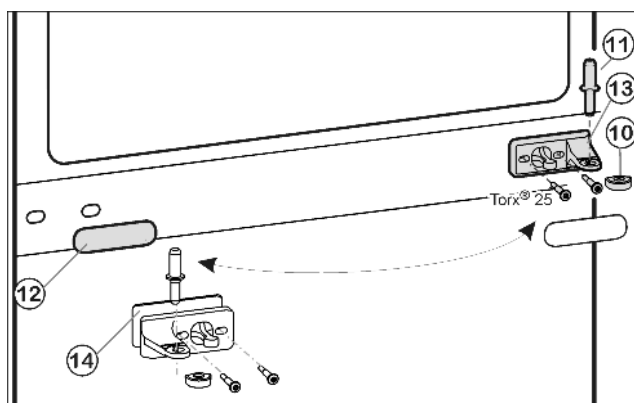
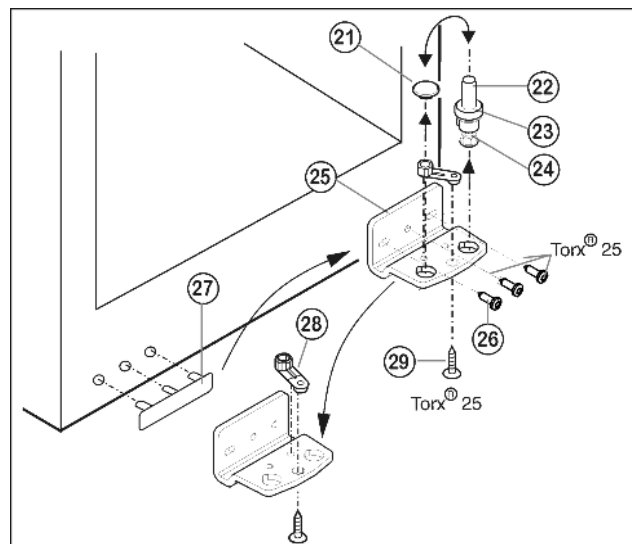

Fig. 9
Fig. 10
- ▶ Prostřední ložiskový čep Fig. 9 (11) vytáhněte ze stojanu ložiska a spodních dveří.
- ▶ Plastovou čepičku Fig. 9 (10) stáhněte.
- ▶ Stojan ložiska uprostřed Fig. 9 (13) odšroubujte (2 krát Torx® 25).
- ▶ Krytku Fig. 9 (12) opatrně stáhněte.
- ▶ Prostřední stojan ložiska Fig. 9 (13) s podložkou Fig. 9 (14) přišroubujte otočený o 180° na novou straně závěsu (s 4 Nm).
- ▶ Krytku Fig. 9 (12) otočenou o 180° zasuňte na nové straně madla.
- ▶ Ložiskový čep Fig. 10 (22) včetně podložky Fig. 10 (23) a seřizovací nožky Fig. 10 (24) vytáhněte nahoru.
- ▶ Zátku Fig. 10 (21) odstraňte.
- ▶ Stojan ložiska Fig. 10 (25) odšroubujte Fig. 10 (26).
- ▶ Ložiskový díl Fig. 10 (28) odšroubujte Fig. 10 (29) a přemístěte jej do protilehlého upínacího otvoru stojanu ložiska, pak ho znovu pevně přišroubujte.
- ▶ Krytku na straně madla Fig. 10 (27) opatrně vytáhněte a přemístěte na druhou stranu.
- ▶ Stojan ložiska Fig. 10 (25) na nové straně závěsu zase přišroubujte příp. pomocí akumulátorového šroubováku (momentem 4 Nm).
- ▶ Zátku Fig. 10 (21) zase vložte do druhé díry.
- ▶ Ložiskový čep Fig. 10 (22) včetně podložky a seřizovací nožky zase nasadte. Přitom dávejte pozor, aby zajišťovací vačka směřovala dozadu.
- ▶ Spodní dveře nasadíte shora na spodní ložiskový čep *Fig. 10 (22)*.
- ▶ Plastovou krytku *Fig. 9 (10)* nasadíte zase na prostřední stojan ložiska *Fig. 9 (13)*.
- ▶ Prostřední ložiskový čep *Fig. 9 (11)* vložte přes prostřední pouzdro ložiska *Fig. 9 (13)* do spodních dveří na nové straně závěsu.
- ▶ Horní dvířka usadíte na prostředním ložiskovém čepu *Fig. 9 (11)*.
- ▶ Dveře případně pomocí obou podélných děr ve spodním stojanu ložiska *Fig. 10 (25)* a v prostředním stojanu ložiska *Fig. 9 (13)* vyrovnejte tak, aby lícovaly. Vyšroubujte prostřední šroub na stojanu ložiska dole *Fig. 10 (25)*.